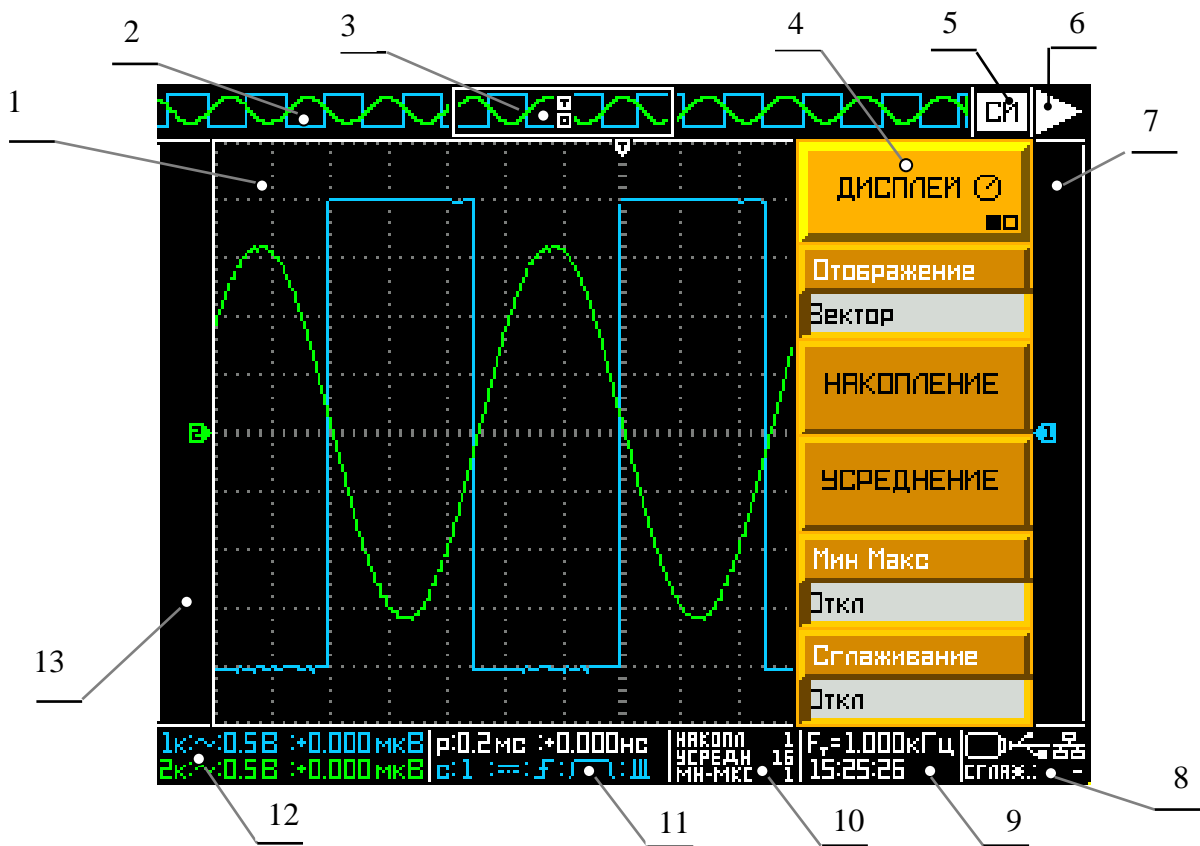

Рисунок 2
2.2.1.2 В левой части передней панели расположен ЖКЭ (рисунок 2).
Коэффициенты отклонения и дополнительная информация относительно включенных каналов отображается в служебной области ЖКЭ (зона 12, рисунок 2).